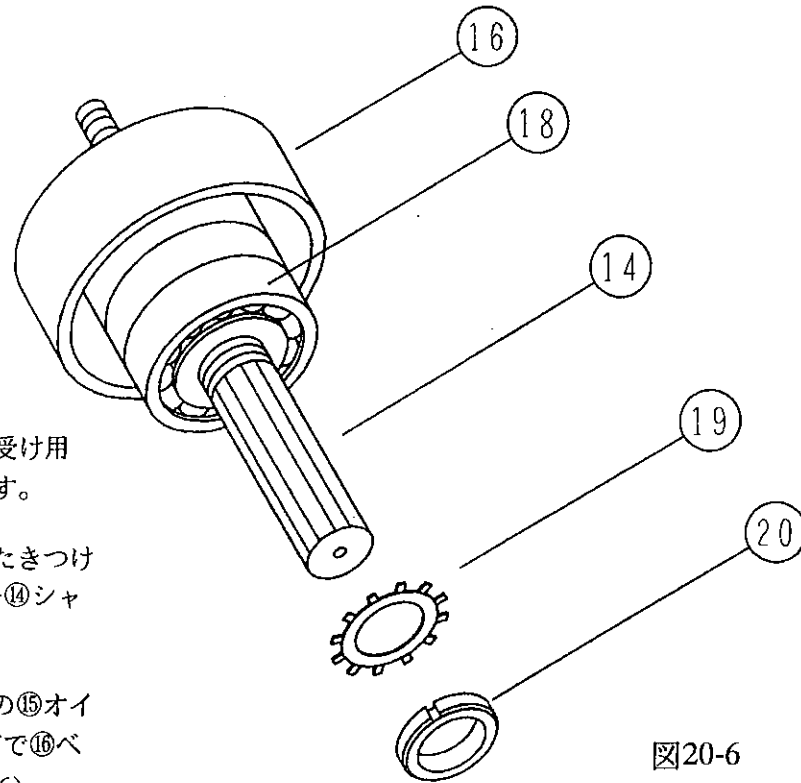

図20-6
- ・マイナスドライバーなどで⑳転がり軸受け用ナット㉑転がり軸受け用座金を外します。
- ・太い角材を置き、シャフトを角材にたたきつけ⑱ベアリング2ヶ⑲ベアリングカバーを⑭シャフトから外します。
- ・シャフトから外したベアリングカバーの⑮オイルシール2ヶをマイナスドライバーなどで⑲ベアリングカバーから外します。(図20-6)